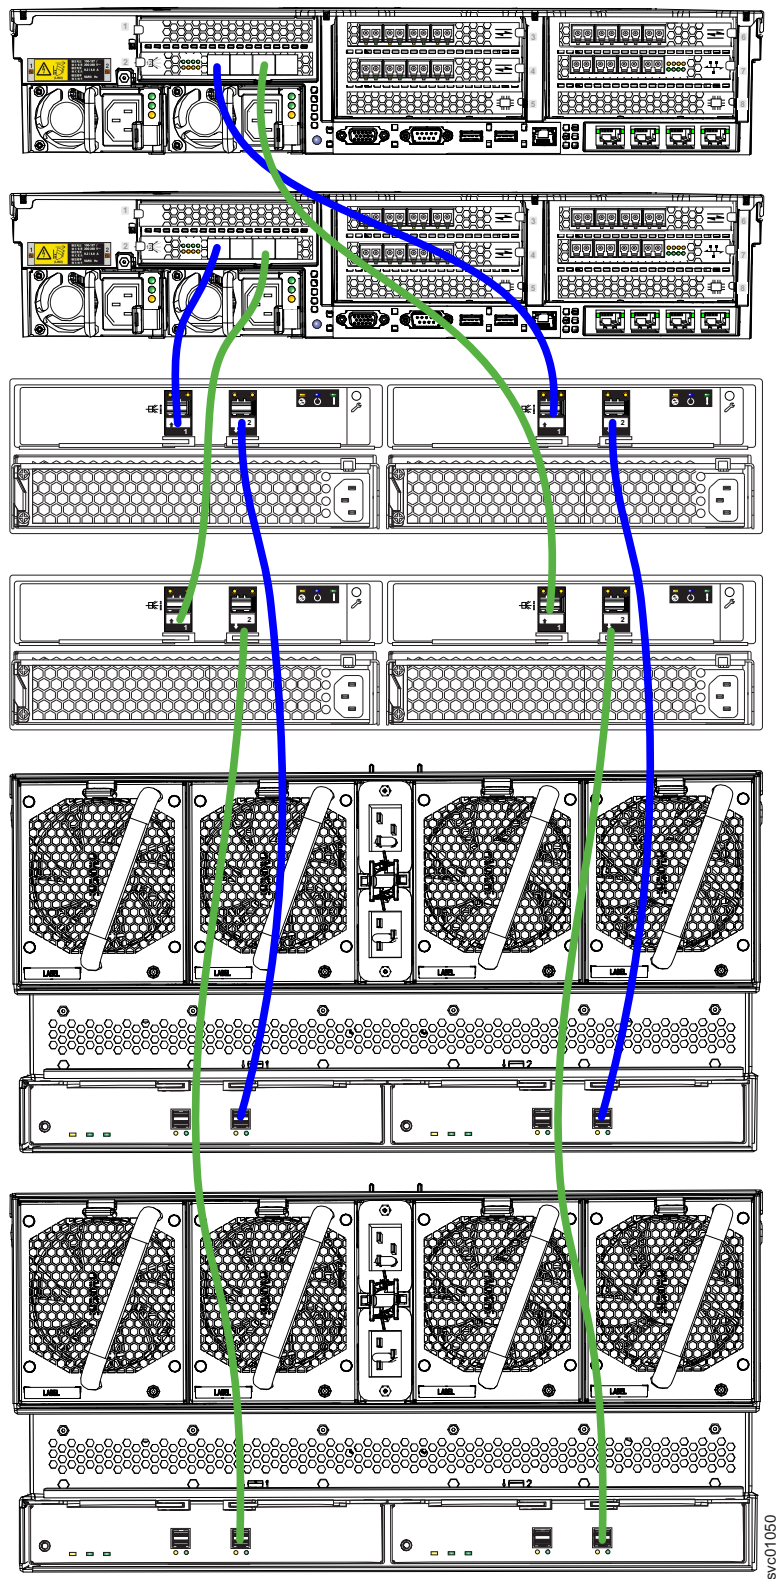

図 136. SAS ケーブルの接続
1. 151 ページの図 136 に示されているように、ケーブルを取り付けます。
注: 151 ページの図 136 は、SAS エンクロージャーと各ノード・エンクロージャーとの間のケーブル接続を示すためのものです。これは、ラック内のエンクロージャーの正確なラック取り付け順序を表すものではありません。しかし、サイズと重量を考慮して、2145-92F エンクロージャーを必ずラックの一番下に配置してください。
151 ページの図 136 に示されているように、1 つの SAS チェーン内で、2145-12F、および 2145-92F の各エンクロージャーを組み合わせることができます。制限要因は、さまざまなコンポーネントのチェーン重量の合計です。ノードの SAS ポートに接続できる最大 SAS チェーン重量は 10 です。
(151 ページの図 136 を参照)